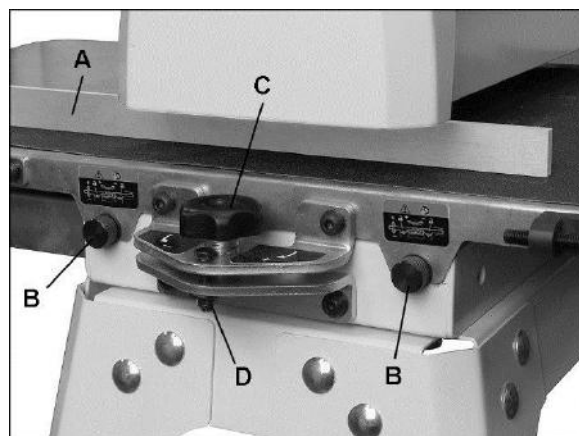

Figure 8-3: Alignement du cylindre
3. Insérez la jauge entre le cylindre et la table du convoyeur du côté externe du cylindre (A, Figure 8-3).
7. Desserrez les deux vis de verrouillage de la table (B, Figure 8-3)
3. Si une bavure est visible là où le cylindre chevauche, abaissez légèrement la table sur l'extrémité externe en tournant le bouton (C, Figure 8-3).
Remarque : Pour un matériau à poncer réduit (inférieur à 406 mm), retournez la table du convoyeur en position parallèle. Tournez le bouton en direction opposée jusqu'à ce que le contre-écrou (D, Figure 8-3) soit touché. Le contre-écrou fait butée pour le parallélisme de la table.